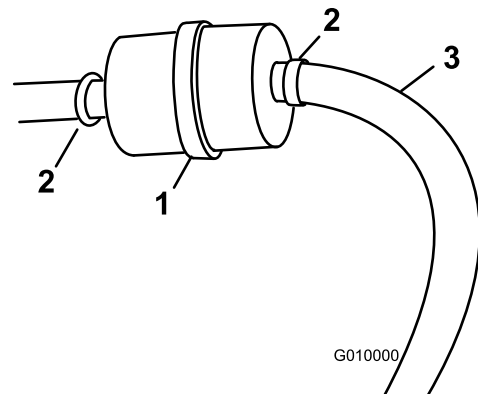

Bild 17
3. Stellen Sie einen sauberen Behälter unter den Kraftstofffilter (Bild 17).